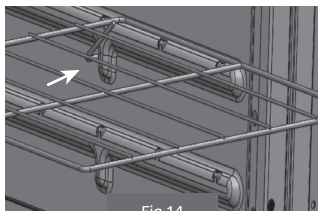

Fig.14
Para sua segurança, as grades do fogão Dako foram projetadas para travar ao atingirem a abertura máxima permitida (Fig.14). **Para remover a grade deslizante, siga os seguintes passos:**
- Puxe a grade para fora do forno (Fig.14).